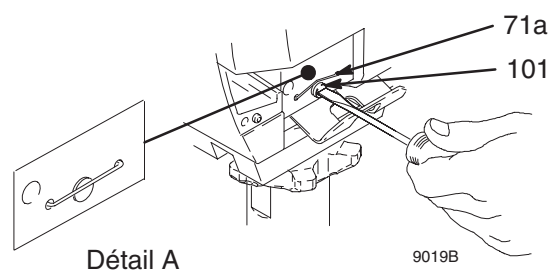

Fig. 18
Si la broche est lâche, certaines pièces pourraient se rompre sous l'effet du pompage. Elles pourraient être projetées en l'air et causer des dommages corporels et matériels graves. S'assurer que la broche (101) et le circlip (71a) sont bien montés. Voir le détail A, Fig. 18.
5. Fig. 18. Utiliser un tournevis pour chasser la broche de la pompe (101).
2. Fig. 18. Voir le détail A. Enfoncer la broche (101) dans le trou jusqu'à ce que le circlip (71a) accroche la broche.
1. Démontez la pompe (85).
2. Retirez les deux vis (107), les rondelles (79), le support de pompe (110), le crochet du seau (90) et le capotage (113).
3. Fig. 18. Enlever le circlip (71a).
1. Fig. 18. Mettre le circlip (71a).
2. Installer le capotage (113), le crochet du seau (90) et le support de pompe (110) avec les deux rondelles (79) et vis (107). Serrer les vis à 54 N.m.
3. Installer la pompe (85).